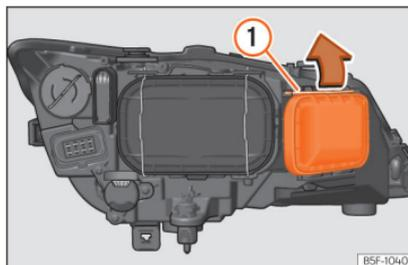

Abb. 109 Glühlampe für Blinklicht
- Die Strebe » **Abb. 109 ①** in Pfeilrichtung verschieben und den Deckel abnehmen.